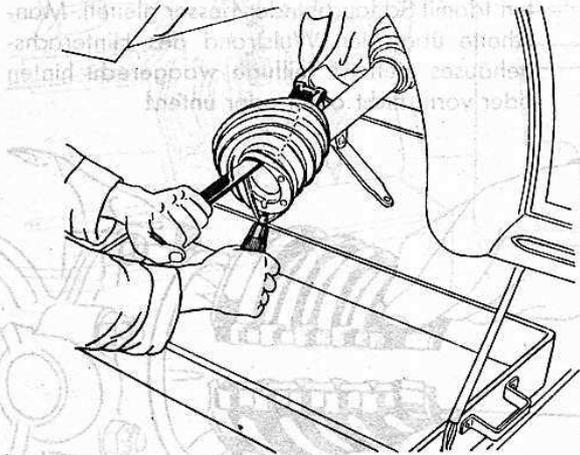

Bild 194
9. Neue Gummimanschette innen einfetten, mit Aufziehvorrichtung (Wst 1504) und Schraubenzieher über Hinterachsrohrflansch und Stiftschraube ziehen (Bild 194 und 195), Manschette mit Schlauchbinder an Lagerdeckel und Achsrohr befestigen (vgl. auch Bilder 183 und 184).